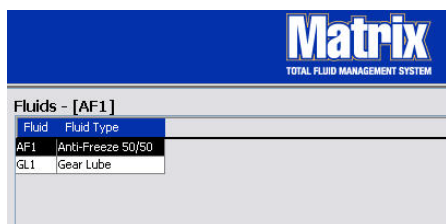

FIG. 97
6. Para modificar el nombre asignado a un fluido o el tipo de fluido asignado a un nombre (FIG. 97) seleccione la entrada que aparece en la lista de la pantalla principal Fluidos.